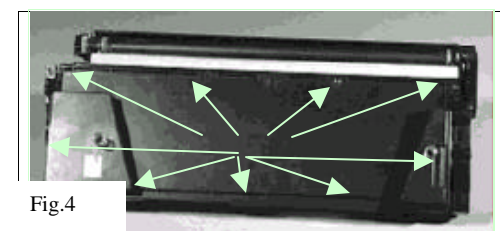

Fig.4
3. La tapa del **toner hopper** debe ser removida después que el **Doctor Blade** y el rodillo magnético ha sido removido. Suelte las 5 lengüetas de fijación plásticas y remueva los 4 tornillos de la tapa del **toner hopper**. (**fig.4**) Bote **toner** que no se ha usado del **toner hopper** y la tapa del **toner hopper**. Inspeccione la tapa del **toner hopper** para danos al sello y a la espuma..